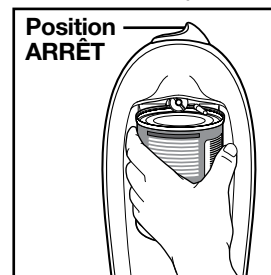
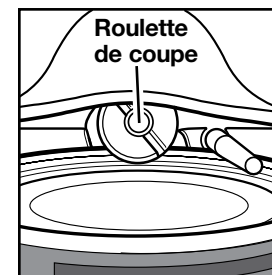

Figure 1
Figure 2
3. L'interrupteur MARCHE/ARRÊT doit se trouver à la position ARRÊT. Voir la Figure 1. Placer le rebord de la boîte sous la roulette de coupe. Voir la Figure 2.